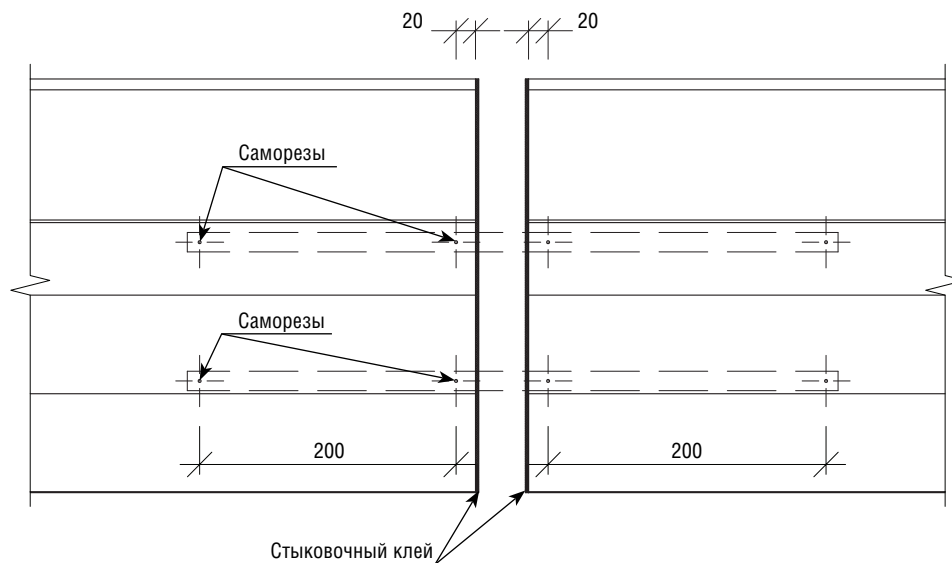

Рис. 3-3
**3.1.5** Состыкуйте изделия. Вкрутите по всей длине профиля ПН 27 × 28 саморезы Ø3,5 мм, на расстоянии не более 10-20 мм от мест стыков, а остальные по 200 мм с обеих сторон от стыка так, чтобы шляпки саморезов были утоплены в изделие (рис. 3-3).